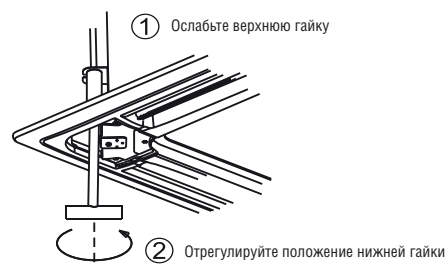

Рисунок 4-17
- Высоту внутреннего блока можно регулировать через отверстия в углах декоративной панели — если поднятие корпуса и дренажной трубки не нарушит их положения (см. рис. 4-17).